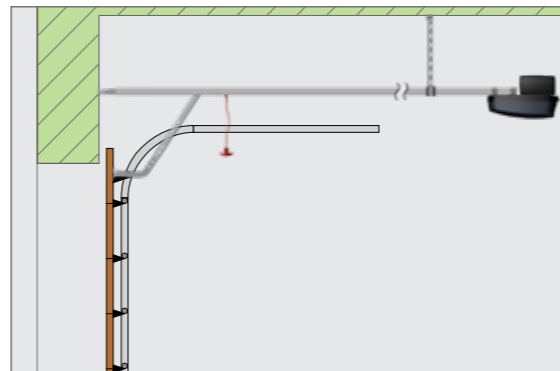

FIGURA 1
- El riel de accionamiento debe estar paralelo al techo como se muestra en la Figura 1